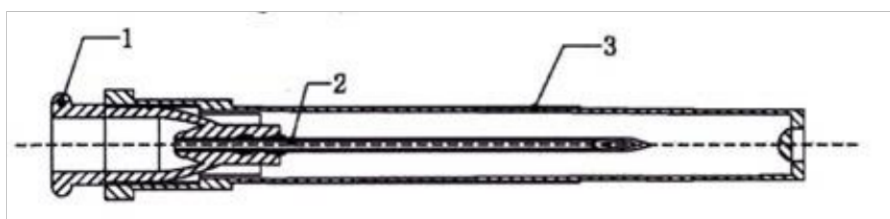

Рисунок 1
1) Игла инъекционная однократного применения стандартная: игла стандартного типа, включает в себя иглу, защитный колпачок, канюлю (рис. 1);